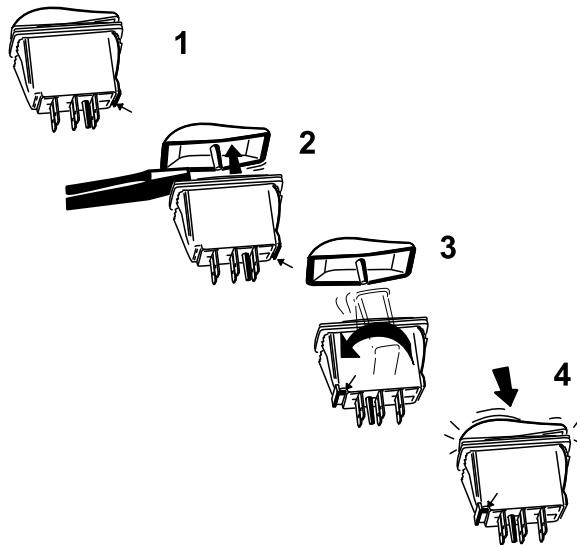

Figure 21
des interrupteurs à bascule pour les séparer du corps des interrupteurs (Figure 21).
- Maintenez le couvercle de l'interrupteur en position, pivotez le corps de l'interrupteur à 180 degrés pour placer l'encoche du connecteur dans le coin avant gauche (Figure 21).
- Enfoncez les couvercles sur le corps des interrupteurs dans le nouveau sens jusqu'à ce qu'ils s'enclenchent en place (Figure 21).